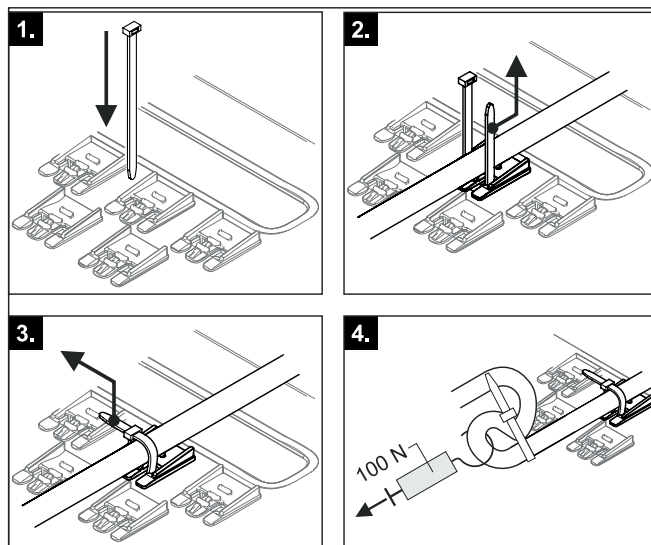

Fig. 44-34 Crear y comprobar la descarga de tracción
- 7 Para todos los cables conectados a la Daikin Altherma EHS(X/H) se debe garantizar una descarga de tracción efectiva en la parte exterior de la carcasa de la regulación mediante bridas para cables (paso 1 – 3, Fig. 44-34).
- 8 Comprobar la fuerza de retención de la descarga de tracción (paso 4, Fig. 44-34).